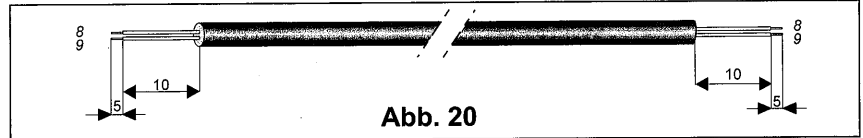

Abb. 20
- Bereiten Sie das Ende des Doppelader Kabels zum Verbinden wie in Abb. 20 vor.
- Trennen Sie den Widerstand (4) vom Doppelader Kabel der Inneneinheit (3) ab und verbinden Sie statt dessen den Kabelverbindungsstecker des Doppelader Kabels (6).
- Verbinden Sie das andere Ende des Doppelader Kabels (3) mit der Doppelader Anschlußklemmen der Außeneinheit (7).